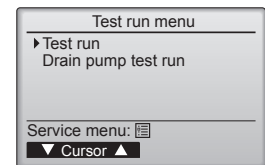

Fig. 7-2
- Valitse "Test run" (Koekäyttö) -valikosta "Test run" (Koekäyttö) ja paina sitten [VALITSE]-painiketta. (Fig. 7-2)
### 7.3. Itsetarkistus (Fig. 7-2)